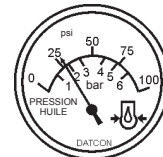

**Figure 52. Jauge de pression d'huile**
10. La jauge de pression d'huile du moteur (Figure 52) indique la pression de l'huile du moteur. Dans des conditions normales de fonctionnement la pression d'huile est d'environ 42 à 71 psi. (290~490 kPa).